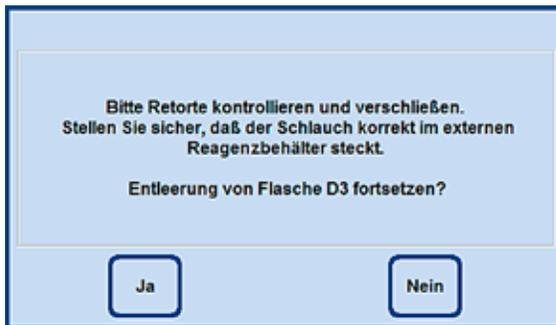

Abb. 165
- Es erscheint die Aufforderung, die notwendigen Vorbereitungen durchzuführen (Abb. 165). Dies muss mit **JA** bestätigt werden.